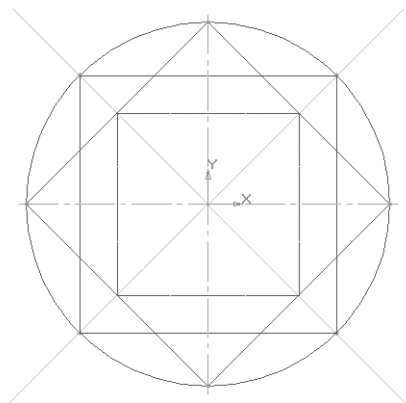

Рис. 75
- соедините точки пересечения ромба и вспомогательных прямых с помощью непрерывного ввода объекта (рис. 75);